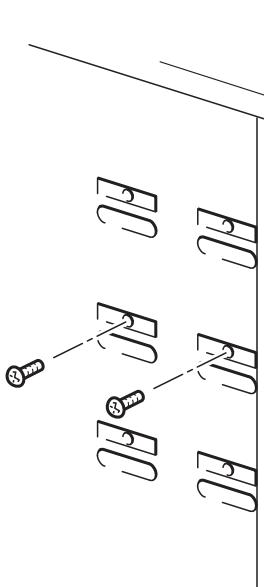

图 9b: 固定磁带机, 没有装配件
- 1 固定磁带机。请检查机架上的小孔与磁带机侧面的小孔是否对齐，并使用与导轨套件一起提供的螺丝拧紧磁带机，如图 9b 所示。